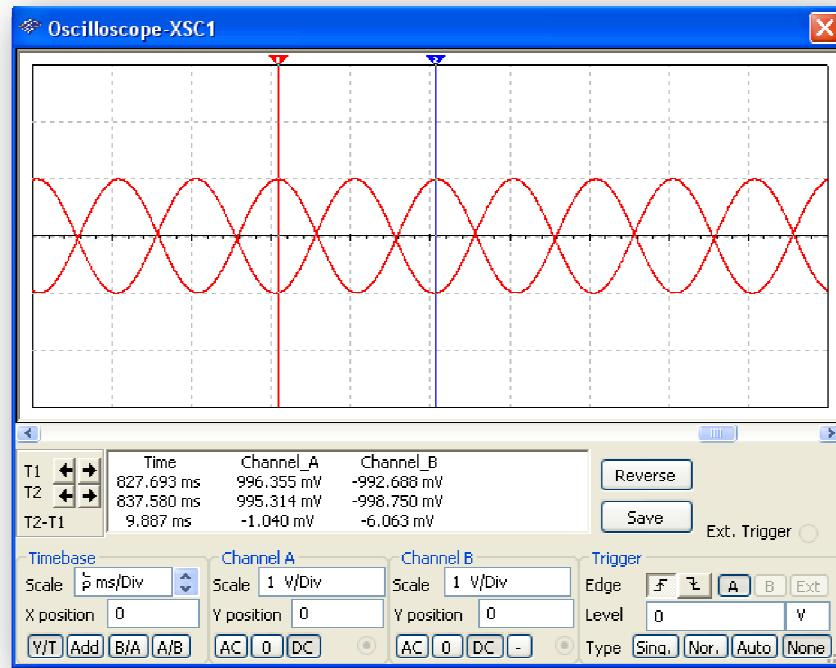

Figura 3.6-9
6. Cierra el Graficador de Bode y abre el Osciloscopio. Con los parámetros del Generador de Funciones configurados como se muestra en la Figura 3.6-9 podrás ver como la señal pasa con una diferencia de fase de  $180^\circ$  sin perder casi amplitud.